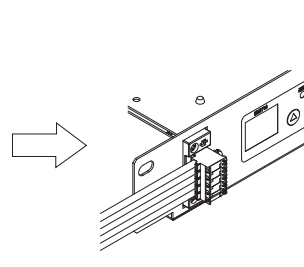

図 12
4. 端子台コネクタを制御ユニットに挿入してください。(図 12)